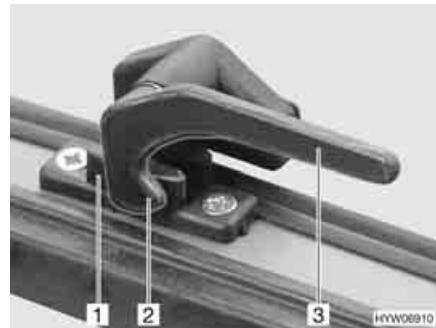

Fig. 50 Leva di serraggio in posizione "Chiuso"
**Apertura:** ■ Ruotare la leva di serraggio (Fig. 50,3) di un quarto di giro verso il centro della finestra.
■ Ruotare la leva di serraggio (Fig. 50,3) di un quarto di giro verso il telaio della finestra. Il nasello di chiusura (Fig. 50,2) si trova sul lato interno della chiusura della finestra (Fig. 50,1).
- In posizione "Completamente chiusa" (Fig. 50)